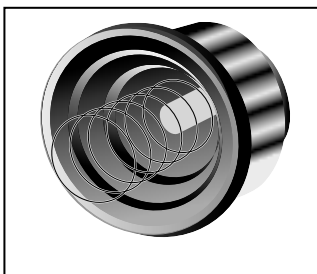

Figura 40
- Introduzca el espiral en la tapa rosca con el contactor hacia el pulsador rojo. Asegure este conjunto al encendedor electrónico hasta donde la rosca lo permita (Ver figura 40).